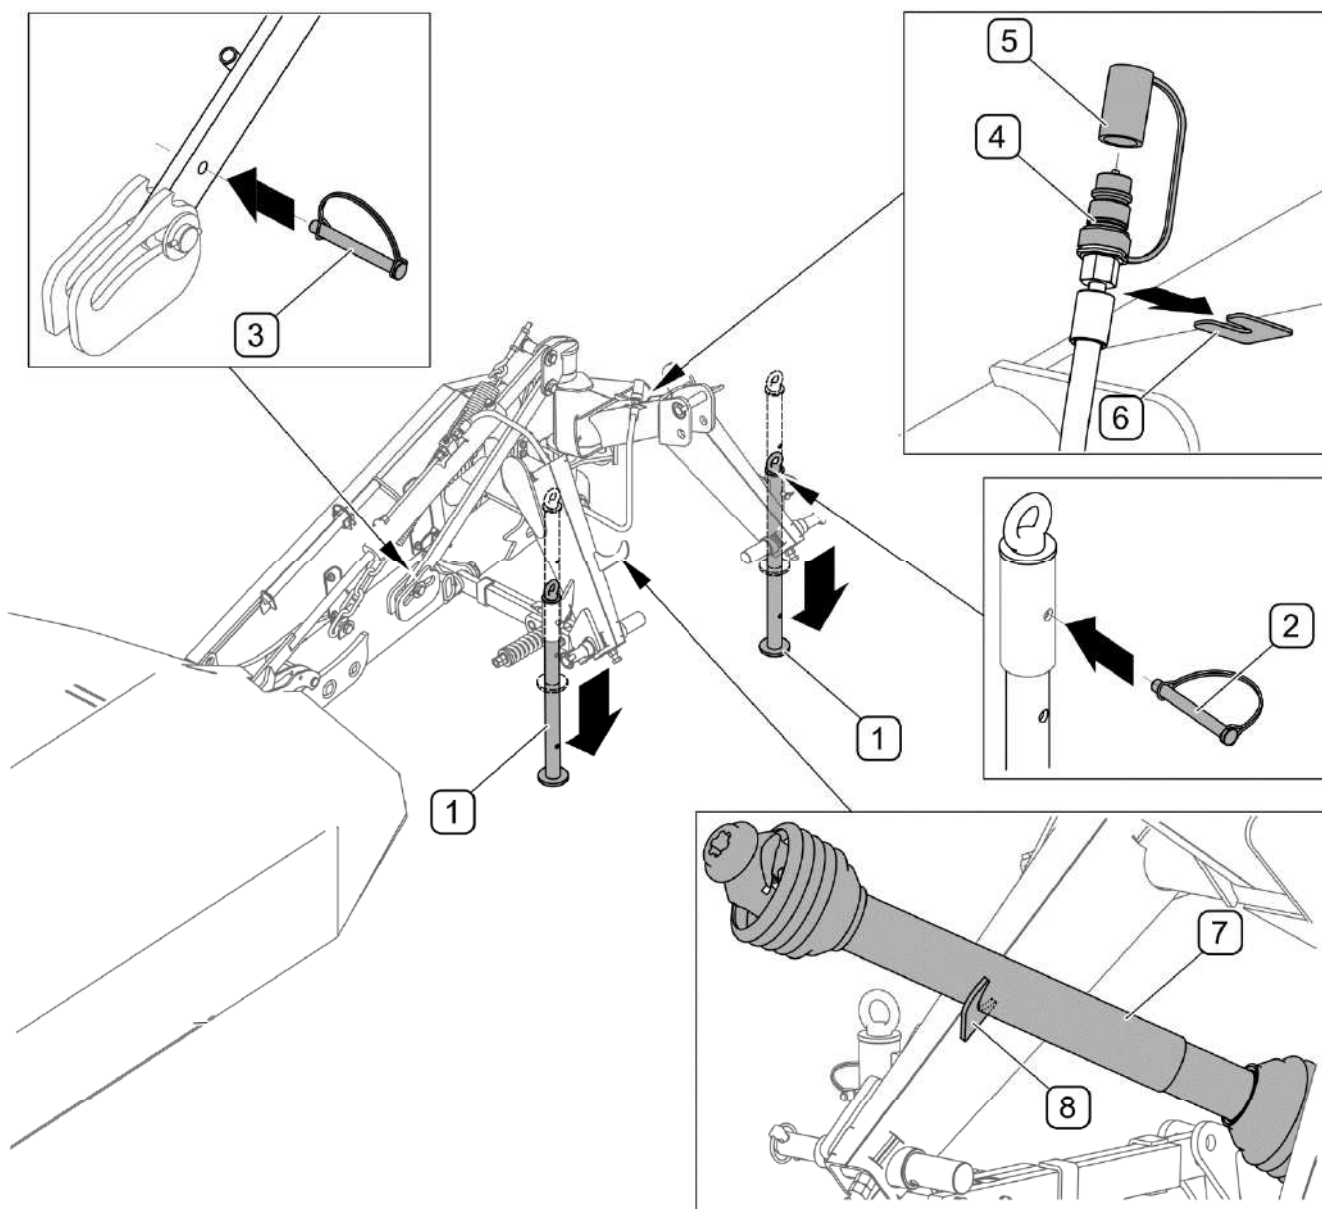

РИСУНОК 4.15 Отсоединение косилки от трактора
Прежде чем отсоединить косилку от навесной системы трактора, необходимо заблокировать несущую балку при помощи чеки (3) (РИСУНОК 4.15). Запрещается отсоединять косилку от трактора с незаблокированной балкой.
При отсоединении косилки от трактора (РИСУНОК 4.15) нужно соблюдать следующую очередность операций: